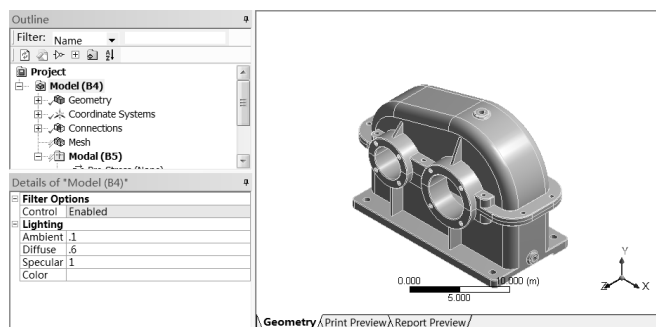

图 7-32 Mechanical 界面
Step1：双击项目 B 中的 B4（Model）选项，进入如图 7-32 所示 Mechanical 界面。在该界面下即可进行网格的划分、分析设置、结果观察等操作。